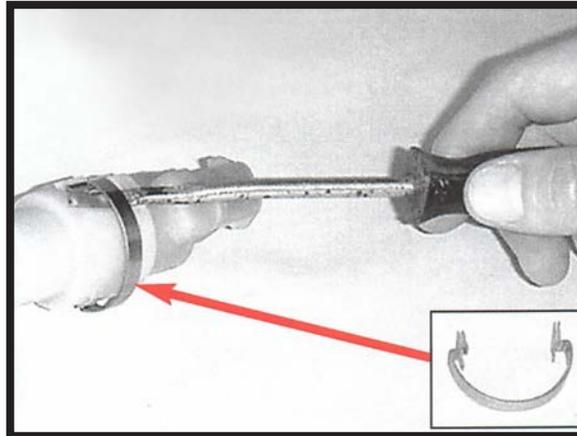

FIGURE 10-2
5. TO REMOVE THE SOLENOID FROM THE SPRING, YOU MUST REMOVE THE SOLENOID CLIP. (FIGURE 10-2)